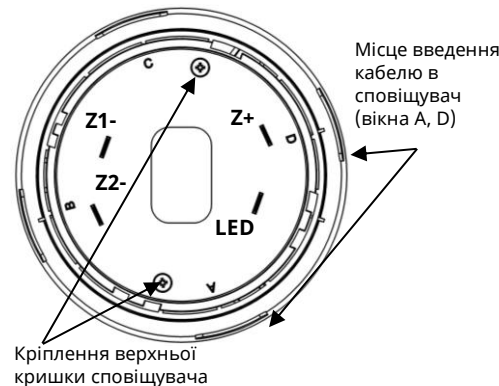

Рисунок 2 – Вигляд сповіщувача з боку контактів
4.5 Для випадків, коли кабель всередині бази заводять збоку, в самій базі та в кришці сповіщувача передбачені вікна, за потреби в яких вирізають отвори. Ці вікна промарковані літерами «А», «В», «С», «Д» (рис.1, рис.2).